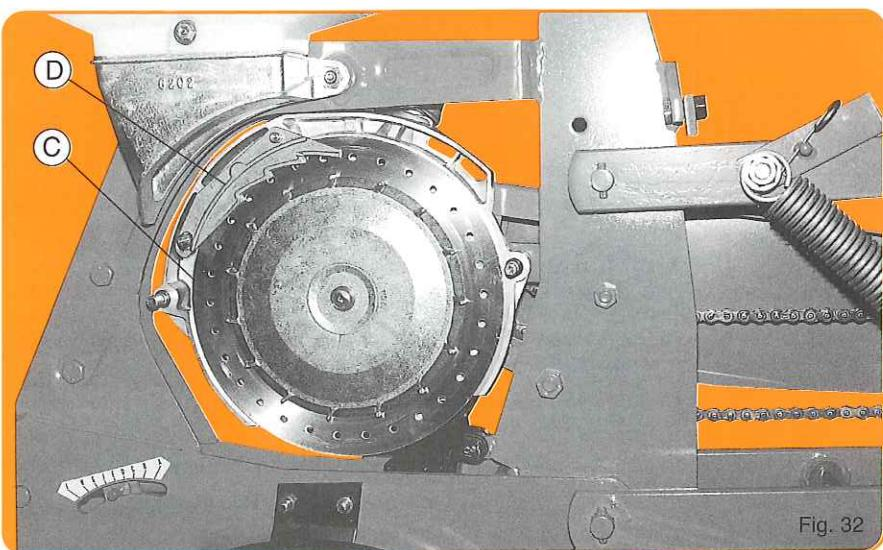

Fig. 32
Les plaques de sélection (D) se placent sur les disques (côté couvercle et non entre disques et couronnes plastique) (fig. 32).
De afstrijkers (D) worden geplaatst op de schijven (aan de kant van het deksel en niet tussen de schijven en de kunststof slijtringen). (Fig 32). Binnenin het deksel (B) bevindt zich een metalen niveaulid (2). Met deze klep wordt de toevor van de zaden geregeld vanaf de zaadbak en deze zorgt voor een constante zaadhoogte naast de schijf.